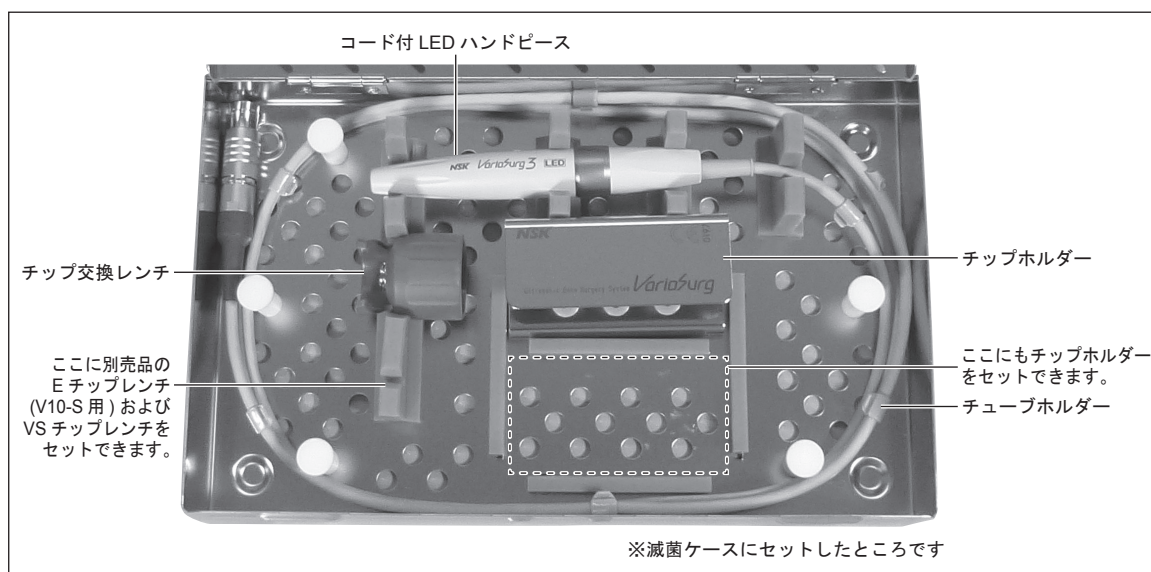

図 24
- 1) ハンドピース、チップ交換レンチを滅菌ケースにセットします。(図 24)